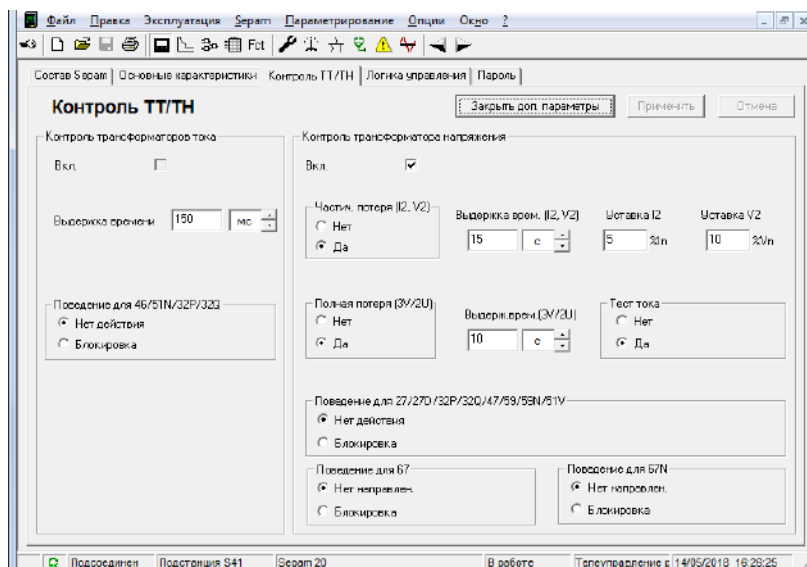

Рисунок 1.4 – Окно «Контроль ТТ/ТН»
10. Вкладка «Контроль ТТ/ТН» (рис. 1.4) отвечает за механизмы работы блока при нарушении связи между измерительными ТТ/ТН и блоком микропроцессорной защиты. Позволяет устанавливать реакцию на повреждения на данном участке (полное отсутствие питания, изменения параметров, превышающих диапазон), а также временные уставки реакции.